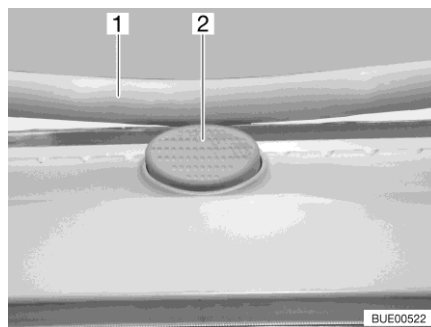

Bild 28 Sicherungsknopf (Kipp-Dachhaube)
- Den Sicherungsknopf (Bild 28,2) drücken und den Bügel (Bild 28,1) mit beiden Händen nach unten ziehen.
- Den Bügel mit beiden Händen nach oben drücken, bis der Bügel oberhalb des Sicherungsknopfes (Bild 28,2) liegt.